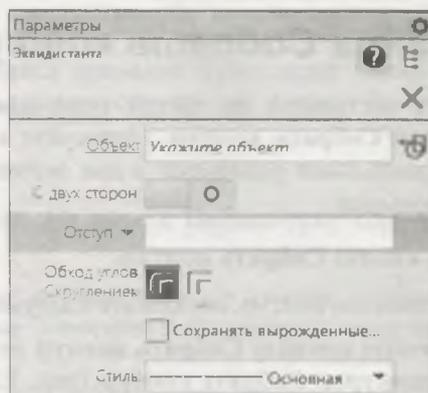

Рис. 7.4. Панель Параметры: Эквидистанта
- ♦ вызовите команду *Эквидистанта* из панели инструментов **Геометрия**. На панели **Параметры: Эквидистанта** (рис. 7.4) появились следующие параметры для настройки: